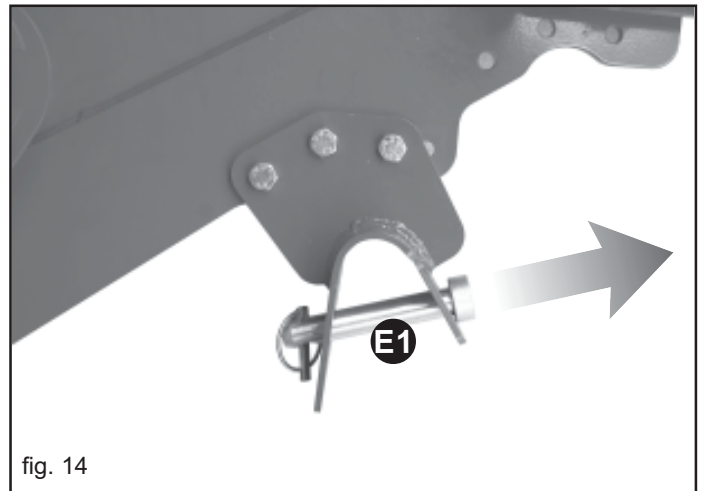

fig. 14
- 2) Die Schnapperstifte wegnehmen und die Sperrbolzen loslösen (E1, Abb. 14).
- 2) Bei angehobener Maschine die Stützeinrichtungen einsetzen, um die Stabilität der Sämaschine zu gewährleisten. Die Sicherheitsstifte (E1, Abb. 14) entfernen.